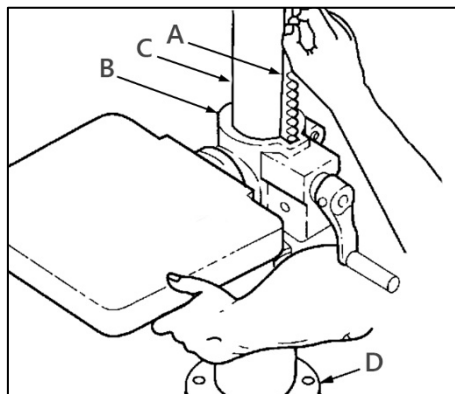

Рисунок 5.
Удерживая зубчатую рейку (А) (рис. 5) и кронштейн стола (В) вместе, опустите их вниз по колонне (С), пока рейка не упрется в фланец (D) колонны.